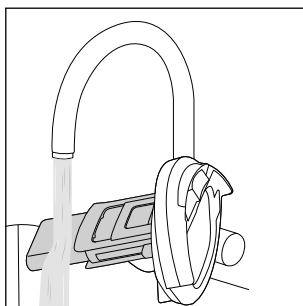

Fig. 25
- ♦ Enjuague el filtro **10**, el flotador **8** y la tapa del depósito de agua sucia **9** bajo el agua corriente caliente (consulte la fig. 25). En caso necesario, utilice un producto de limpieza suave.